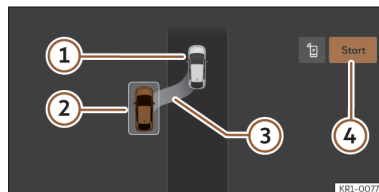
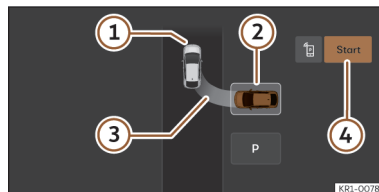

Fig. 141 No ecrã do sistema infotainment: posição para estacionar em linha.
Fig. 142 No ecrã do sistema infotainment: posição para estacionar em espinha.
>>> **Fig. 141**, >>> **Fig. 142**
- ① Próprio veículo
- ② Lugar de estacionamento detetado
- ③ Indicação da manobra proposta para estacionar
- ④ Iniciar a manobra de estacionamento
- Observe na visualização do ecrã do sistema infotainment se se detetou o lugar como «apropriado» e se atingiu a posição correta para estacionar >>> **Fig. 141**, >>> **Fig. 142**. Pare o veículo, siga as instruções apresentadas no infotainment.
- Pare o veículo, carregue no travão e, após uma breve pausa, pressione a tecla **Iniciar** ④ no sistema infotainment.